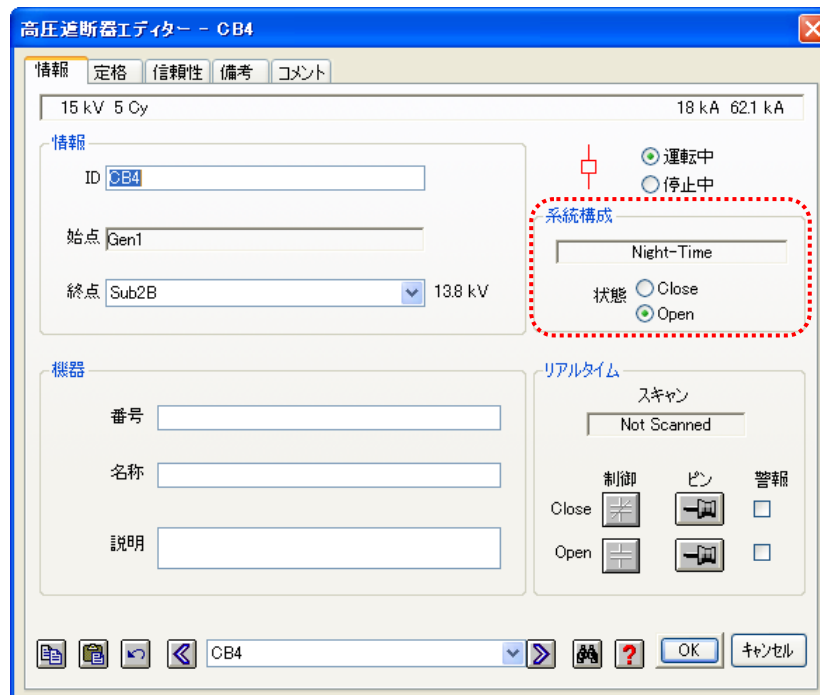

図 5 : 高圧遮断器エディター
- 8) 発電機1 に接続されている“CB4” という ID の高圧遮断器をダブルクリックし、“高圧遮断器エディター - CB4”を開きます。 図5参照